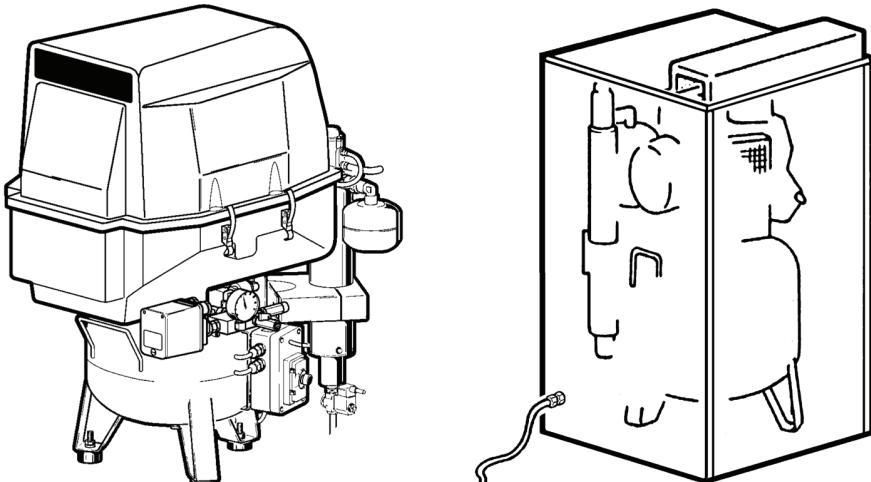

Рис. 3. Звукоизолирующие кожухи для компрессоров
Что касается уровня шума, компрессор может быть снабжен пластиковым корпусом или звукопоглощающим кожухом (см. рис. 3), позволяющими понизить уровень шума на 10 и 20 дБ (A) соответственно. **Используйте только фирменные корпуса и звукоизолирующие кожухи предприятия-изготовителя; на компрессоры, оснащенные другими шумопоглощающими устройствами, гарантия не распространяется.** Фирменные корпуса и звукоизолирующие кожухи не только эстетическое усовершенствование или шумопонижающие устройства: они также представляют собой защиту от взрыва и возгорания, возможность возникновения которых чрезвычайно мала, но полностью ее исключить невозможно.